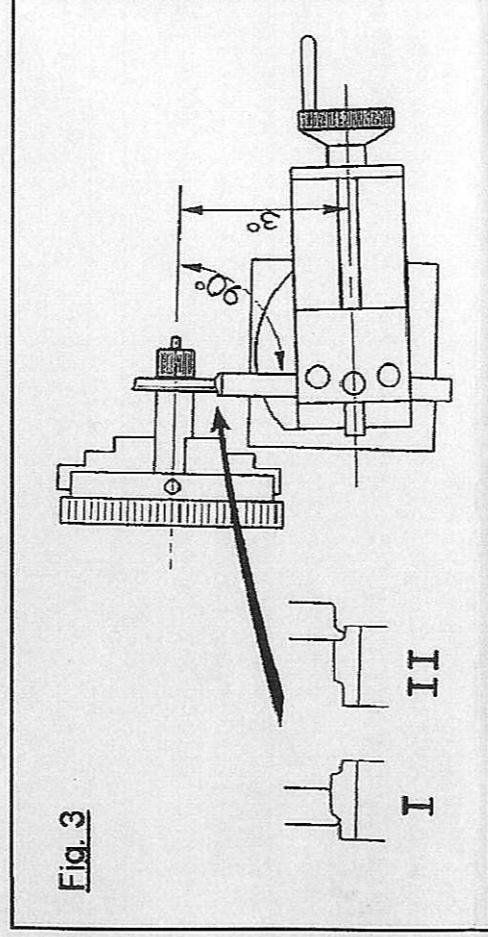

Fig. 3
Nun wird mit einem unserer Radprofilrehstähle gem. Fig. 3 mit der linken Seite die Lauf-
Now, using one of our Wheel Flange cutting tools, cut the left side (wheel tread), to the required standard (see Fig. 3 I). The flange/wheel tread radius as well as the exact flange depth will now automatically be attained. ATTENTION: It is important that the angle of the Top Slide is always 3°, and the cutting tool is kept at an angle of 90° to the Headstock Spindle axis. Finally, using the side-cutting tool (right), the bevel on the back of the flange must be cut, see Fig. 3 II.
Le profil exact (I) est ensuite réalisé à l'aide de l'un de nos outils de forme travaillant par son côté gauche (voir fig. 3) On obtient ainsi les congés normalisés et la hauteur exacte du boudin. Bien veiller à ce que lors de ce travail, l'inclinaison du chariot est bien de 3° et que l'outil est bien à 90° de l'axe de l'axe de pointes du tour. Tourner ensuite le profil interne du boudin (II) à l'aide du coté droit de l'outil.